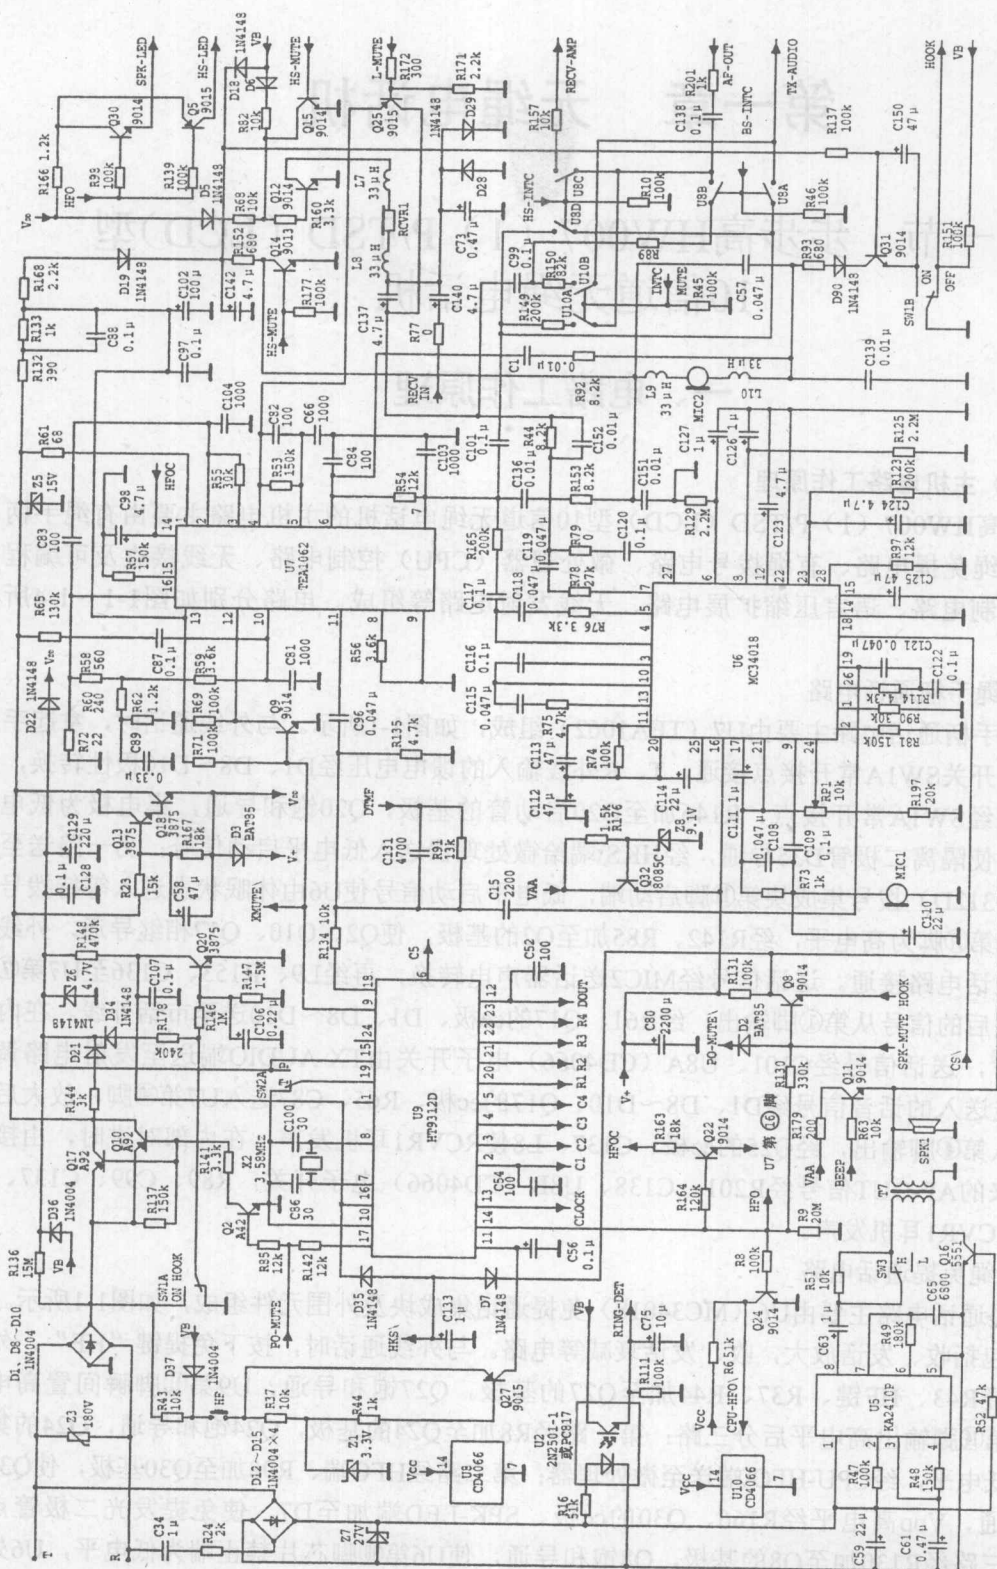

图1-1 步步高HW007 (1) P/TSD (LCD) 型10信道无绳电话机主机有绳电话机电路原理图
步步高HW007 (1) P/TSD (LCD) 型10信道无绳电话机的主机电路主要由有绳手柄电路、有绳免提电路、有绳拨号电路、微处理器 (CPU) 控制电路、无线接收及可编程锁相环控制电路、语言压缩扩展电路、无线发射电路等组成。电路分别如图1-1~1-4所示。
有绳手柄通话电路主要由U7 (TEA1062) 组成, 如图1-1所示。与外线通话时, 拿起手柄, 叉簧开关SW1A常开接点接通, T、R外线输入的馈电电压经D1、D8~D10极性转换, 馈电正极经SW1A常开接点、R146加至Q20启动管的基极, Q20饱和导通, 集电极为低电平, 一路使隔离二极管D35导通, 经HKS\端给微处理器送入低电平启动信号; 另一路送至U9 (HT9312D) 拨号集成块第⑩脚启动端, 低电平启动信号使U6由休眠状态进入等待拨号状态, 其第⑪脚为高电平, 经R142、R85加至Q2的基极, 使Q2、Q10、Q17相继导通, 外线与手柄通话电路接通。送话信号经MIC2送话器声电转换, 再经L9、R153、C136至U7第⑦脚, 放大后的信号从第①脚输出, 经R61、Q17的ce极、D1、D8~D10送至市话外线。在内部对讲时, 送话信号经C101、U8A (CD4066) 电子开关由TX-AUDIO端送至发射电路调制。外线送入的话音信号经D1、D8~D10、Q17的ec极、R65、C87送入U7第⑩脚, 放大后的信号从第④脚输出, 经Q25的ec极、C137、L8使RCVR1耳机发声; 在内部对讲时, 由接收电路来的AF-OUT信号经R201、C138、U8B (CD4066) 电子开关, R89、C99、C137、L8加至RCVR1耳机发声。
免提通话电路主要由U6 (MC34018) 免提通话集成块及外围元件组成, 如图1-1所示。U6内部包括收、发话放大, 收、发话衰减等电路。与外线通话时, 按下免提键“HF”, 外线正极经R43、HF键、R37、R44加至Q27的基极, Q27饱和导通, U9第⑩脚瞬间置高电平, 其第⑪脚输出高电平后分三路: 第一路经R8加至Q24的基极, Q24饱和导通, Q24的集电极为低电平, 经CPU-HFO\端送至微处理器; 第二路经HFO端、R98加至Q30基极, 使Q30饱和导通, V_{DD}高电平经R166、Q30的ce极、SPK-LED端加至D7, 使免提发光二极管点亮; 第三路经R130加至Q8的基极, Q8饱和导通, 使U6第⑩脚芯片禁止端为低电平, U6处